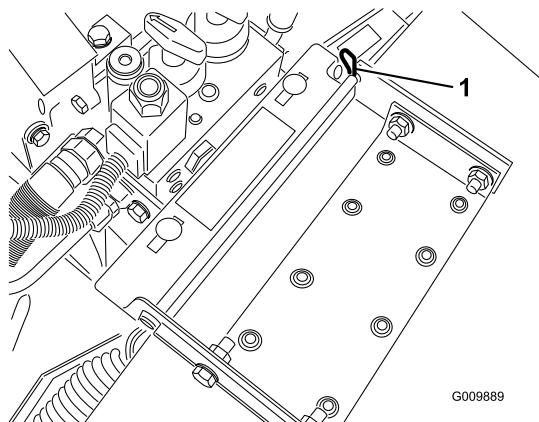

Figure 36
2. Retirez la goupille fendue qui fixe le pivot de capot aux supports (Figure 36).